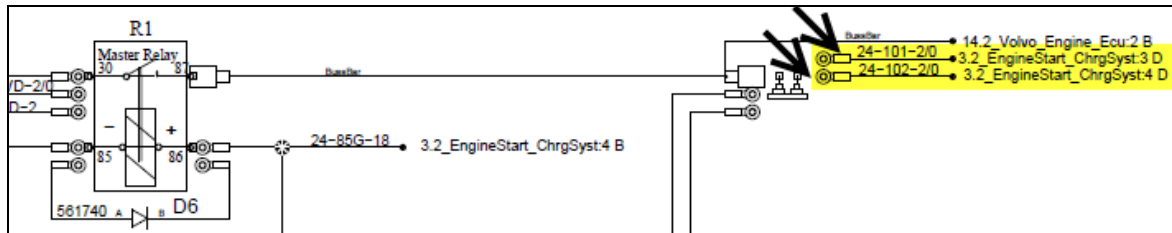

Figure 6
- dans le compartiment électrique, **branchés au bloc de jonction** (Figure 6).